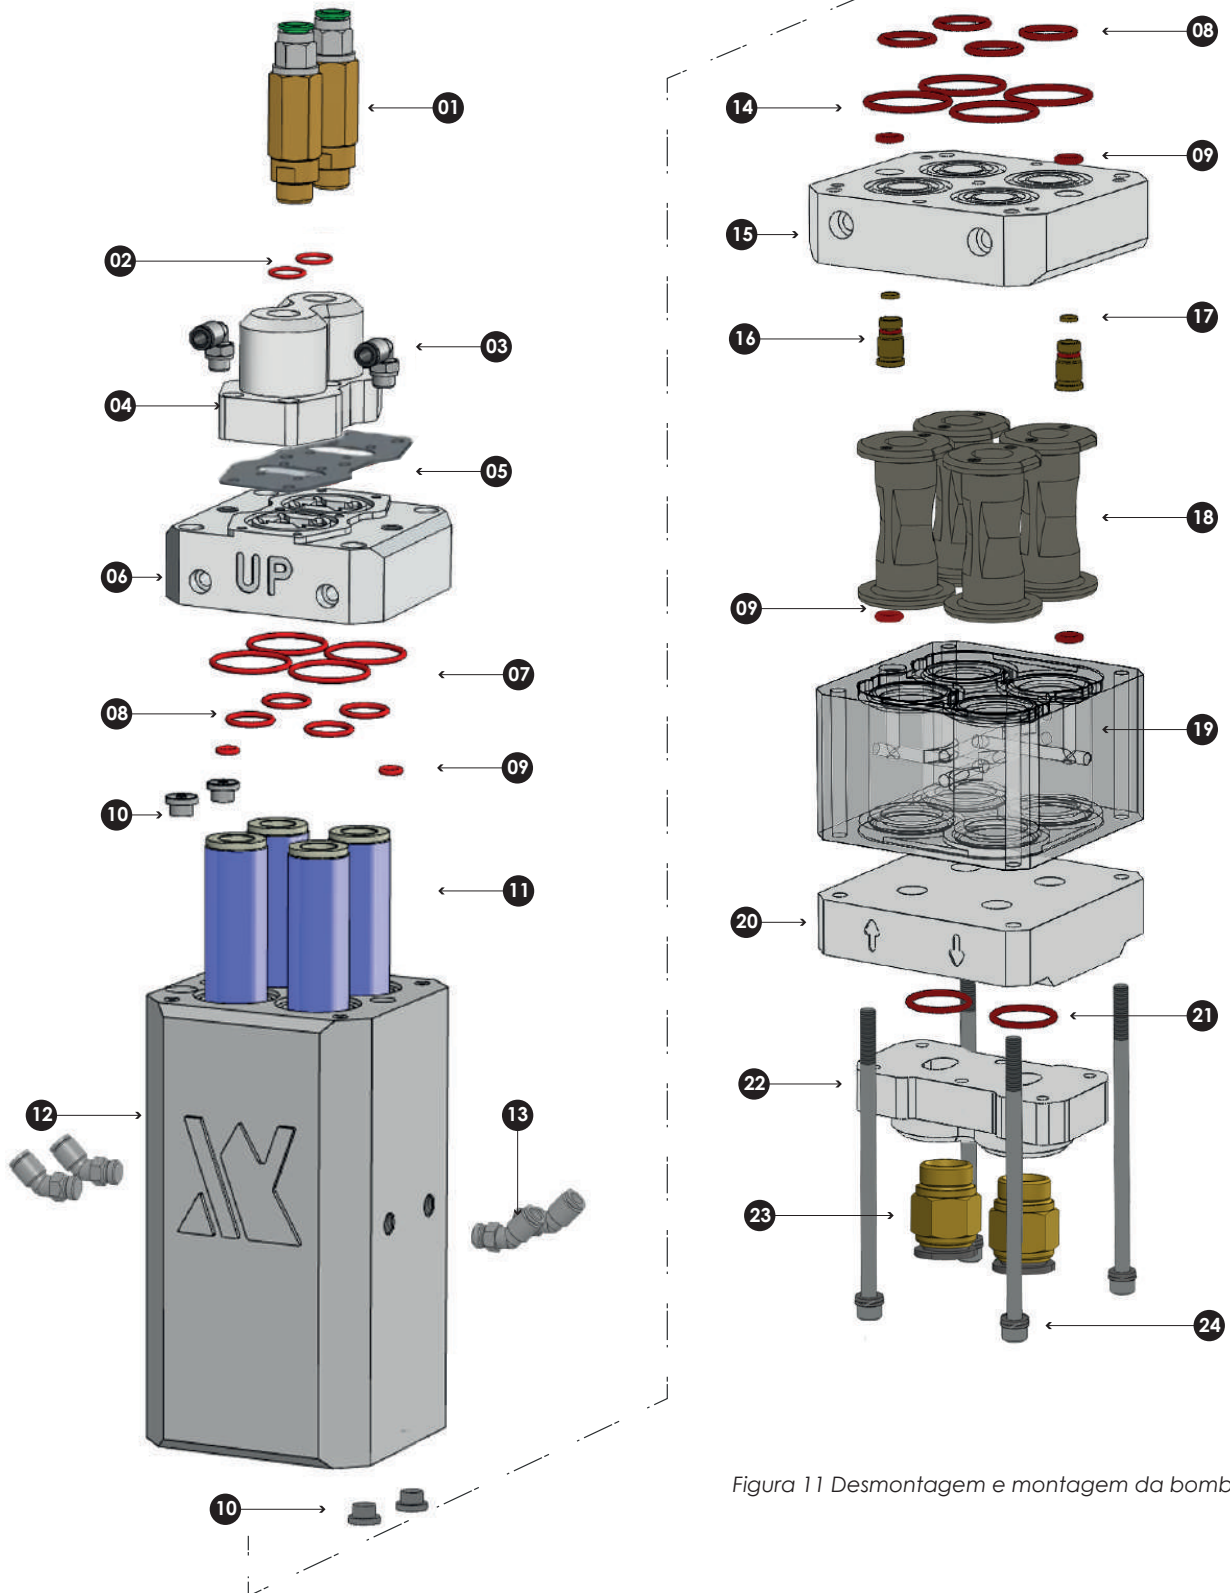

Figura 11 Desmontagem e montagem da bomba
6. Consulte a Figura 11. Começando com o fluidização tubos, desmontar a bomba como mostrado.